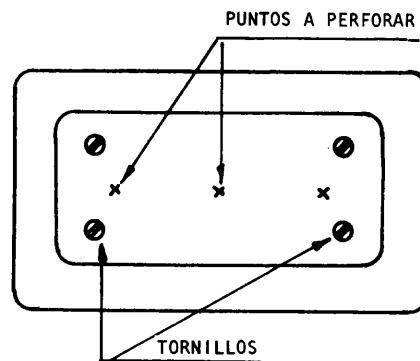

Fig.6
- a Centre el núcleo en una de las tapas y atorníllelo a ésta (fig.6).
- b Trace sobre el núcleo el agujero central y los laterales (fig.6).